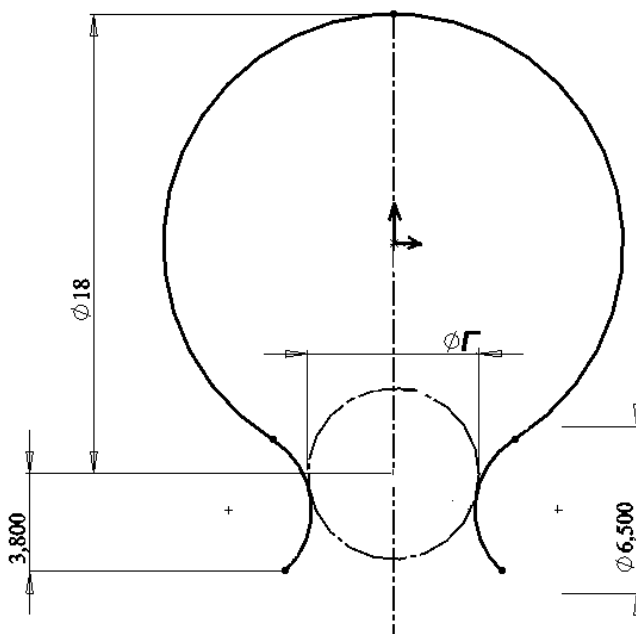

Рис. 3.10
1. На горизонтальной плоскости создаем справочный эскиз в соответствии с рис. 3.10.